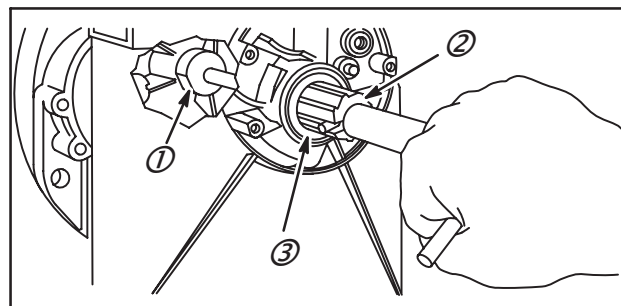

Fig. 7
1. Placer le guide d'alésoir (3) dans le logement du joint spi à réparer. Le guide et le centreur d'alésoir (1) vont aligner l'outil, même si les deux paliers sont usés.
2. Placer l'alésoir (2) sur le porte-outils et le faire entrer dans le cylindre jusqu'à ce l'extrémité du porte-outils entre dans le guide et l'alésoir dans son guide. Fig. 7 et 8.